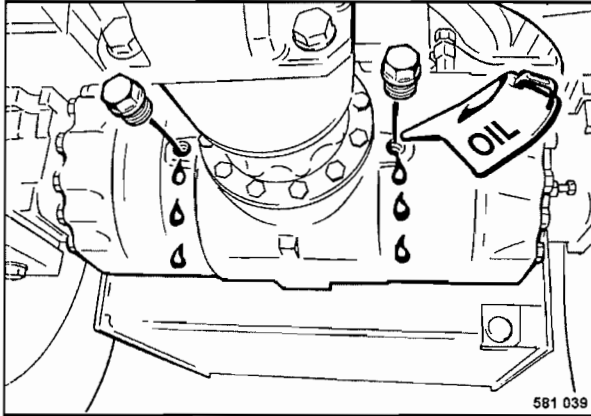

Fig. 66
- Desenroscar el tapón de control (Fig. 66) y comprobar el nivel de aceite.